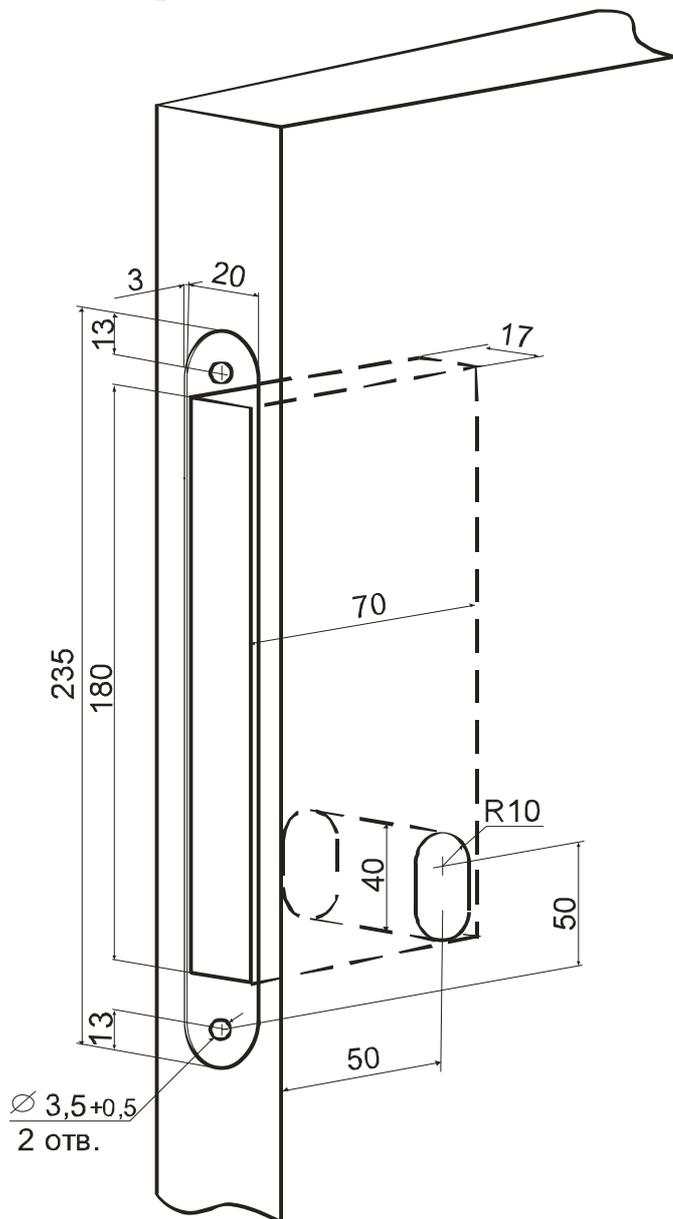

Рис. 7
- Выбрать паз в двери под корпус замка в соответствии с рис. 7.
- Выполнить сквозное отверстие, согласно рис. 7 для установки евроцилиндра.